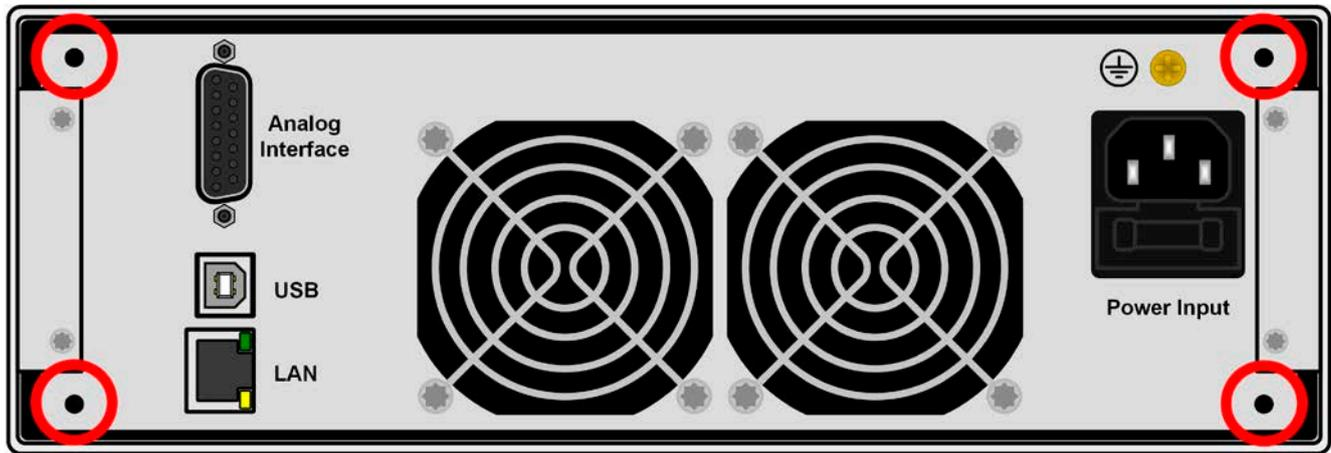

Bild 9 - Befestigungspositionen der Sechskantbolzen (3)
Empfohlene Vorgehensweise (siehe auch Verdeutlichung in *Bild 6* bis *Bild 9* unten):
2. Frontrahmen abnehmen (1). Rückseitigen Rahmen (1) durch Lösen der 4 Schrauben abnehmen
3. Die beiden Haltewinkel vorn (2) mit je 2x Schraube M4x10 und je 2x Kontaktscheibe M4 befestigen. Hier wird die Verwendung eines gewinkelten Torx-Schraubendrehers (Ratsche o. ä.) empfohlen.
4. Je 2x Sechskantbolzen (3) M3x10 in die Gewindebohrungen schrauben, an denen vorher der rückseitige Rahmen befestigt war (*Bild 9*).
5. Den Montagewinkel (4) für die Rückseite mit 4x Schraube M3x6 (5) und je 1x Sicherungsscheibe M3 auf die Sechskantbolzen schrauben. Dabei die Schablone wählen, die für ein EL 9000 DT paßt (4.2.2).